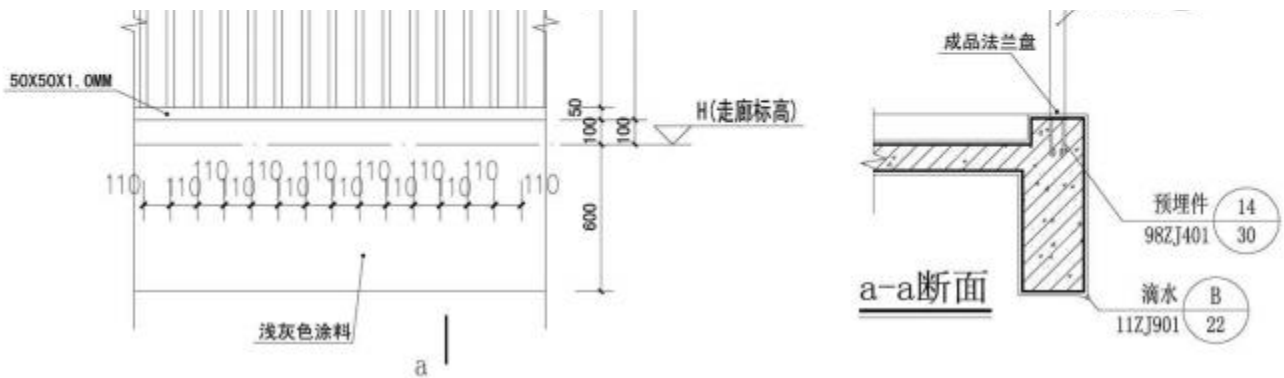

图 1
1.1 过道扶手（见图 1）：离地净高为 1200mm, 面管 $100\times 50\times 1.2\text{mm}$ 、立柱 $50\times 50\times 1.2\text{mm}$ 、横杆 $50\times 50\times 1.0\text{mm}$ 、竖杆 $30\times 30\times 0.8\text{mm}$